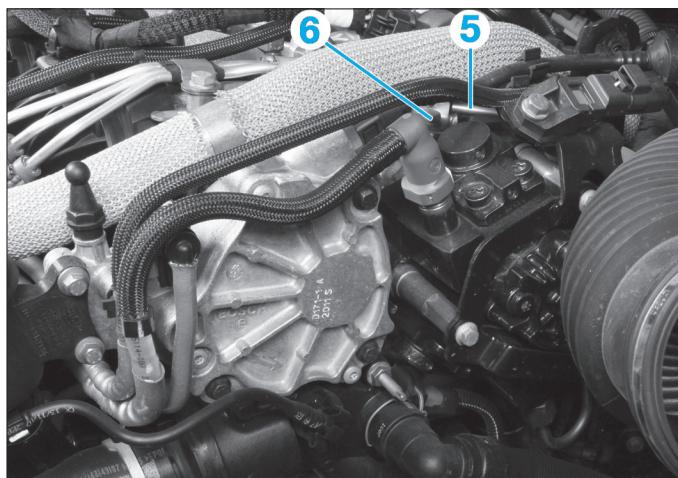

Fig. 37
- Déposer la vis (6) de la patte de maintien de la conduite haute pression (5) (Fig.37).
- Déposer la conduite haute pression (5).